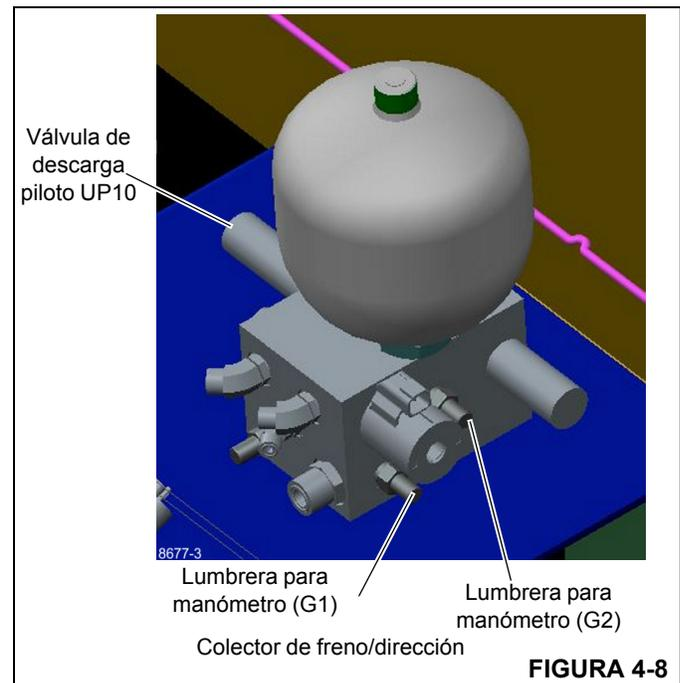

FIGURA 4-8
1. Instale el conector de desconexión rápida para diagnóstico de presión (Parker PD240) con manómetro a la boquilla de prueba en la lumbrera de prueba G1 (consulte la Figura 4-8) ubicada en el colector de freno/dirección.
5. Pise el pedal de frenos repetidamente para aliviar la presión e instale un acoplador de desconexión rápida para diagnóstico y revisión de presión (Parker PD240) con el medidor en la boquilla de prueba de la lumbrera G2 (consulte la Figura 4-8) ubicada en el colector de freno/dirección.
6. Con el motor a ralentí, presione repetidamente el pedal de freno de servicio ubicado en el piso de la cabina hasta que el manómetro indique aproximadamente 1700 psi (117 bar). Una vez que obtenga la presión, pise el pedal de freno nuevamente para recargar. Observe el manómetro y verifique que el límite de carga inferior sea 1600 ± 100 psi (110 ± 7 bar) (cuando comience la recarga). Luego, observe el medidor mientras la válvula se carga, verifique que la carga se corte en $2000 +100/-0$ psi ($138 +7/-0$ bar) y, si no se corta, ajuste la válvula de descarga piloto UP10 (consulte la Figura 4-8); en sentido horario aumenta la presión y en sentido contrahorario disminuye la presión.